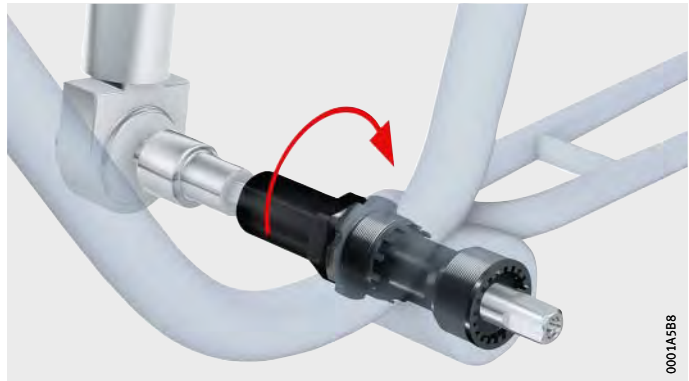

Bild 5
Schrauben Sie das Innenlagergehäuse Kettenblattseite (LH) mit dem Innenlagerhandschlüssel oder der Innenlagerstecknuss ein, bis der Flansch am Rahmen anliegt. Das Einschrauben erfolgt entgegen dem Uhrzeigersinn, *Bild 5*.